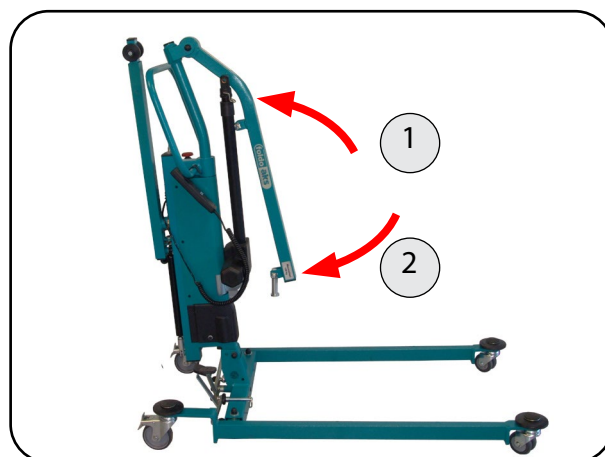

Abbildung 19
15. Schwenken Sie zuerst den Motor und dann den Hebearm zum Standmast (Abbildung 19). Fixieren Sie den Motor und den Hebearm mittels Kabelbinder oder Klettband am Standmast.